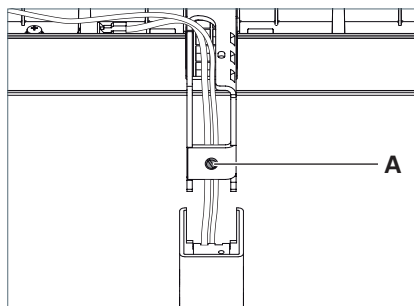

Fig. 16: Regolazione della testa dell'apparecchio d'illuminazione.
- Per sollevare leggermente la testa dell'apparecchio d'illuminazione, ruotare la vite di regolazione **A** di un giro in senso antiorario, vedi Fig. 16.